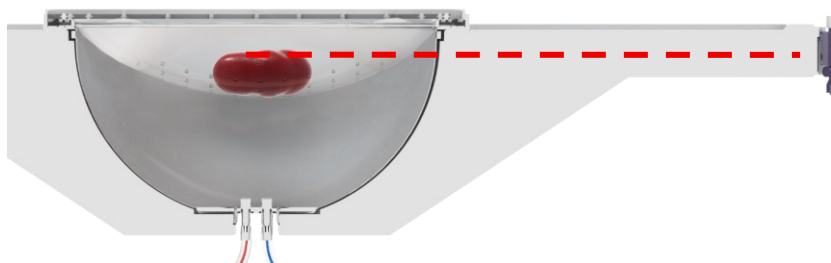

Figura 28: Altura del riñón respecto al sensor de presión
- Tenga en cuenta que el riñón está sostenido por la malla y por el fluido del recipiente. Para garantizar una medición precisa de la presión, alinee la altura del riñón con el sensor de presión, tal y como se muestra en la Figura 28. La punta de la cánula debe estar a la misma altura que el centro del sensor de presión.